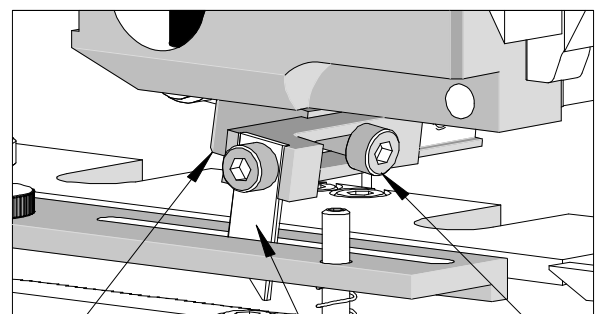

Figura 2-15
- Use una llave hexagonal de 2,5 mm, afloje los M3 SHCS ubicados en el soporte del dedo alimentador. Mientras sujeta levemente hacia abajo la palanca del dedo alimentador, deslice el dedo alimentador hasta la posición deseada. Véase la Figura 2-15.